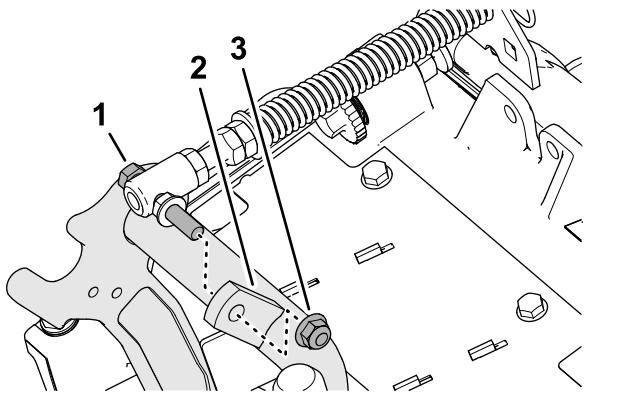

図 18
- ターフ補正スプリングのキャップスクリューをキャリアフレームの右側タブに固定しているフランジロックナット $\frac{3}{8}$ "を外して、補正スプリングをカッティングユニットから外す 図 18。